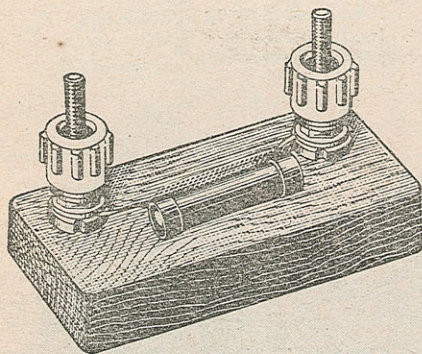

Рис. 9.
9. Сопротивление 30 ком (рис. 9). Условное обозначение —  $R_2$ .